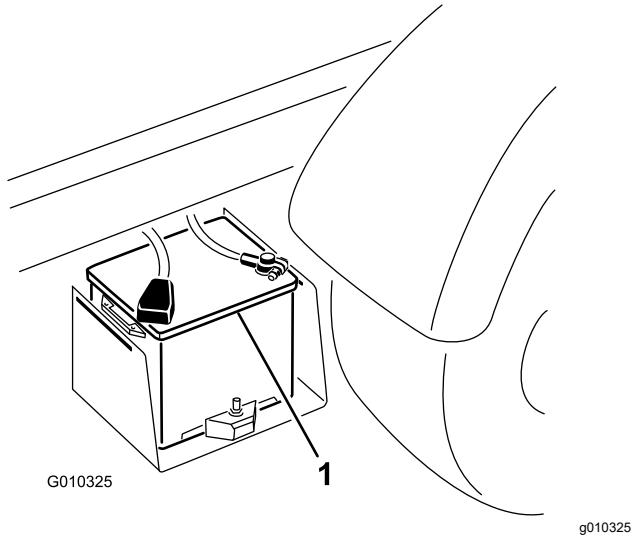

Figura 51
- Collegate un cavetto portatile tra i poli positivi delle due batterie (Figura 51). Il polo positivo